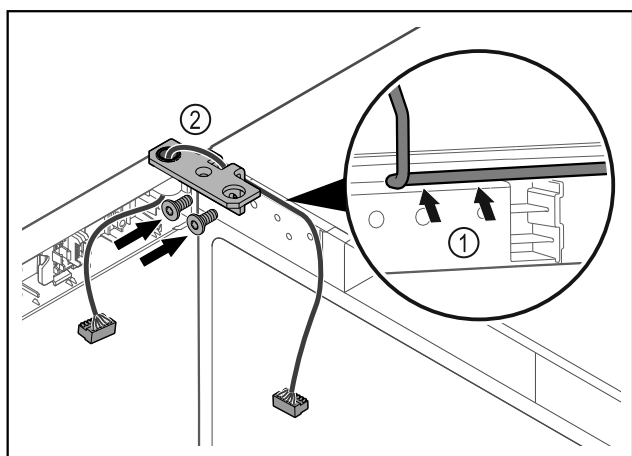

Fig. 58
- Vie kaapeli saranakulman aukon läpi ja aseta se varovasti paikalleen Fig. 58 (1).
- Kiinnitä saranakulma Fig. 58 (2) ruuveilla paikalleen.